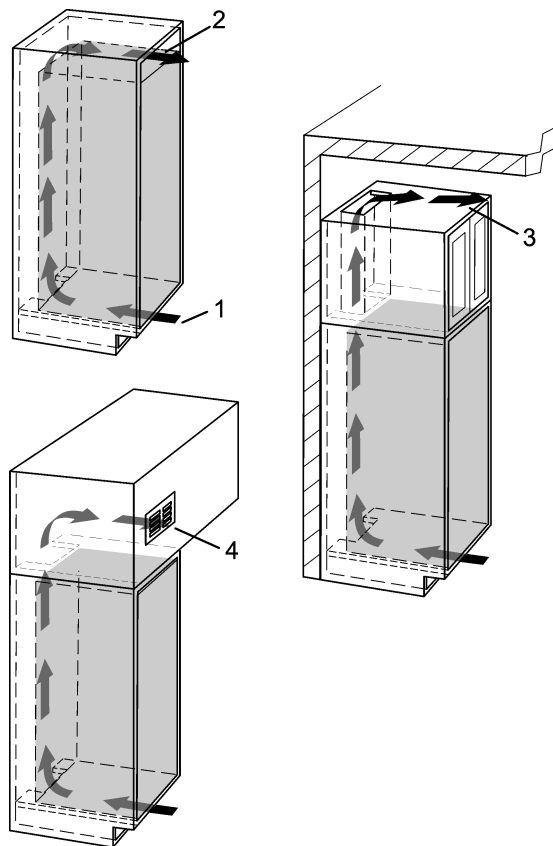

Fig. 4
- Debe haber disponible una sección de ventilación adecuada de al menos 31 pulg² (200 cm²) en la toma de aire Fig. 4 (1) y la toma de aire Fig. 4 (2).
- En lugar de montar la sección de ventilación superior directamente sobre el aparato Fig. 4 (2), cerca del techo, puede instalarse sobre un armario Fig. 4 (3) o como rejilla para retorno de aire en un piso intermedio Fig. 4 (4).